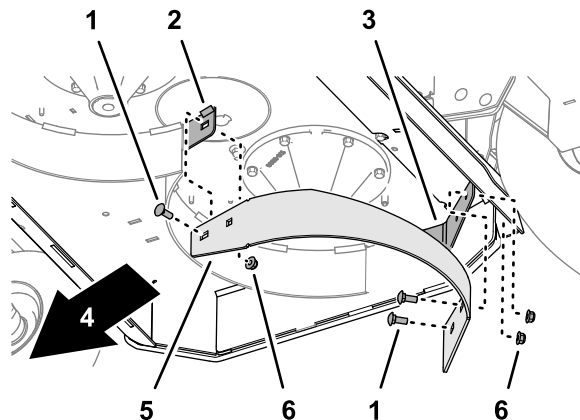

Bild 13
3. Entfernen Sie die drei Schlossschrauben ($\frac{3}{8}$ " x 1") und die drei Sicherungsbundmuttern ($\frac{3}{8}$ "), mit denen das rechte Ablenkblech am Mulchplattenflansch und das kleine Ablenkblech am Mähwerk befestigt sind, und entfernen Sie das linke Ablenkblech (**Bild 13**).